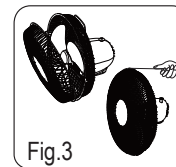

Fig.3
4. Öppna flikarna på det främre skyddsgallret och placera främre skyddsgallret på det bakre skyddsgallret (rikta in spärrskruvhålen) och stäng flikarna. Dra åt låsskruven och mutter. (Fig. 3)